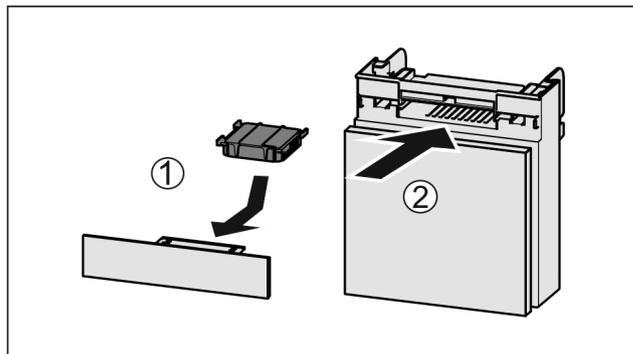

Fig. 137
- ▶ Insérer le filtre à charbon actif d'après le schéma Fig. 137 (1).
- ▶ Insérer le compartiment Fig. 137 (2).